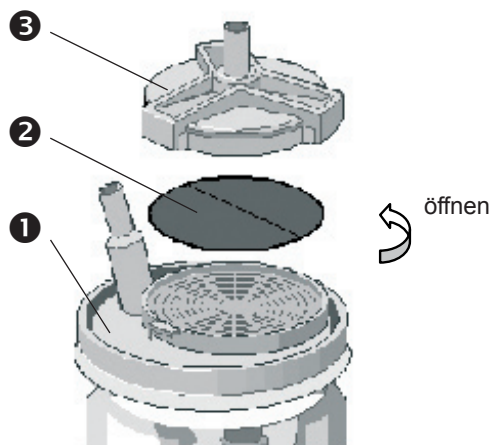

Bild 6. Einmal-Bakterienfilterblättchen
Unter Verwendung des Reinigers Neodisher AN (Hersteller Dr. Weigert, Hamburg) ist auch die Reinigung in einer Spezialspülmaschine möglich. Hierzu entfernen Sie vorher das Einmal-Bakterienfilterblättchen (Bild 6, Seite 13).
- Im Sekretbehälterdeckel befindet sich ein Einmal-Bakterienfilterblättchen (2, Bild 6), welches das Geräteinnere vor Kontaminierung schützt und durch seine hydrophobe Eigenschaft Flüssigkeiten stoppt. Es verhindert zusammen mit der mechanischen Überlaufsicherung das Einsaugen von Absauggut in das Geräteinnere und dadurch den Ausfall des Gerätes. Die Basis des Filtermaterials ist eine poröse Teflonschicht, die auf ein Trägermaterial (Polyestervlies) aufgebracht ist. Die Porengröße des Teflonmaterials ist 1µm.